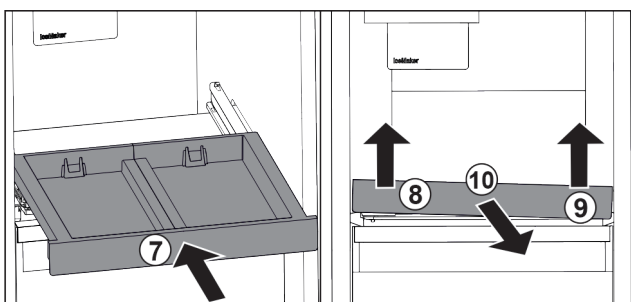

Fig. 106
- ▶ Вкарайте изтеглящата се дъска. Fig. 106 (7)
- ▶ Повдигнете изтеглящата се дъска отпред отляво. Fig. 106 (8)
- ▶ Повдигнете изтеглящата се дъска отпред отдясно. Fig. 106 (9)
- ▶ Извадете изтеглящата се дъска напред. Fig. 106 (10)